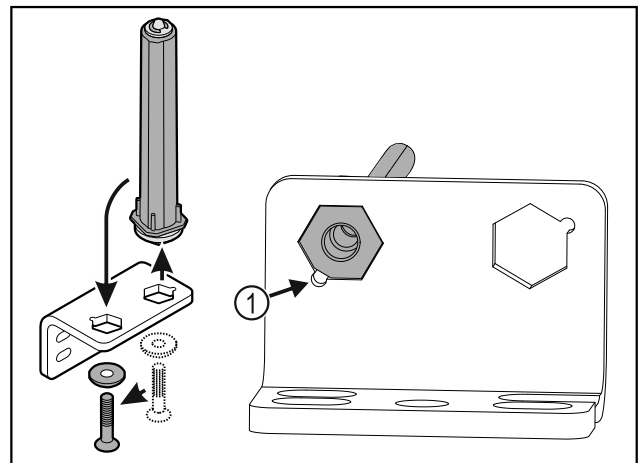

Fig. 36
- ▶ Звертати увагу на те, щоб при вставці нахил пальця Fig. 36 (1) показував на круглий отвір.